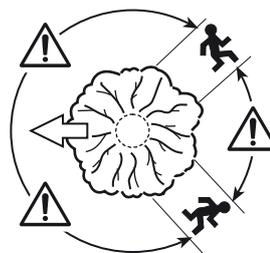

Fig. 36
- > Avant le début de la coupe, il est indispensable de prévoir un itinéraire de retraite et de dégager tous les obstacles. L'itinéraire de retraite doit être dirigé vers l'arrière, en diagonale, du côté opposé à la direction de chute supposée (Fig. 36).